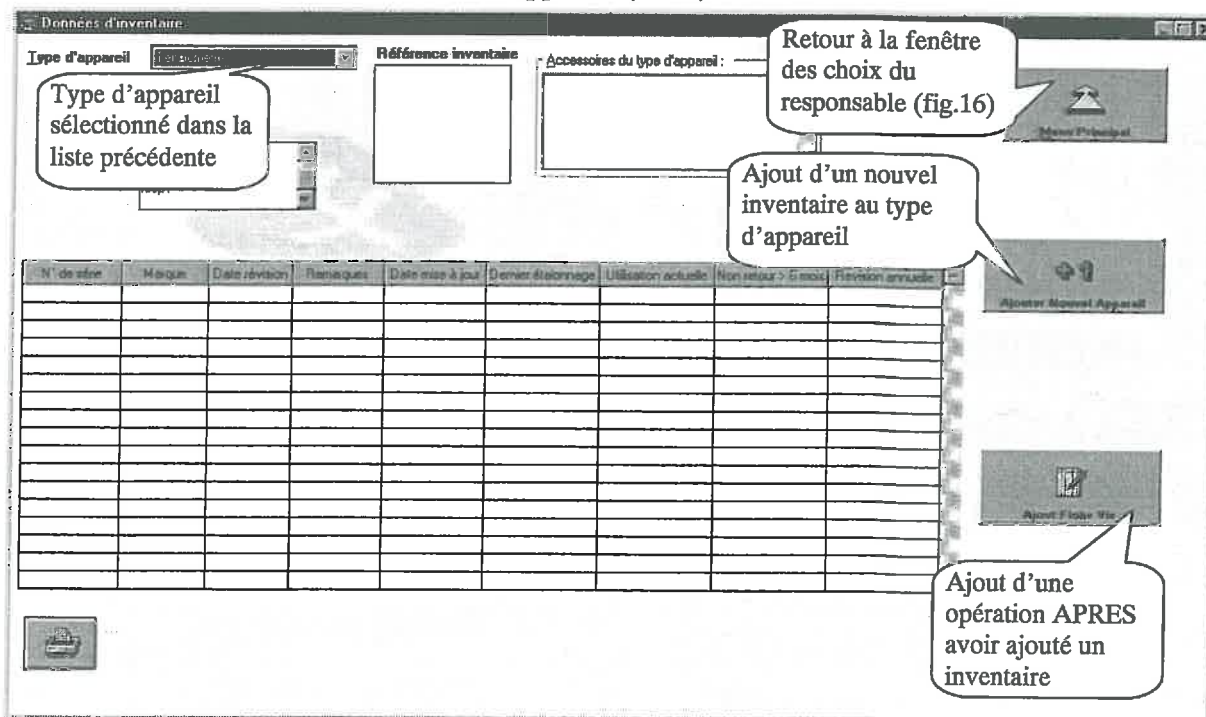

Fig. 21 : ajout d'un appareil au nouveau type d'appareil
- Appuyer sur le bouton 'Ajouter un inventaire' pour ajouter un nouvel appareil au type d'appareil que vous venez d'ajouter et qui est sélectionné dans le tableau : la fenêtre fig.21 apparaît avec le type d'appareil sélectionné et vous pouvez ajouter un nouvel appareil (cf. D)
- La fenêtre fig.21 apparaît